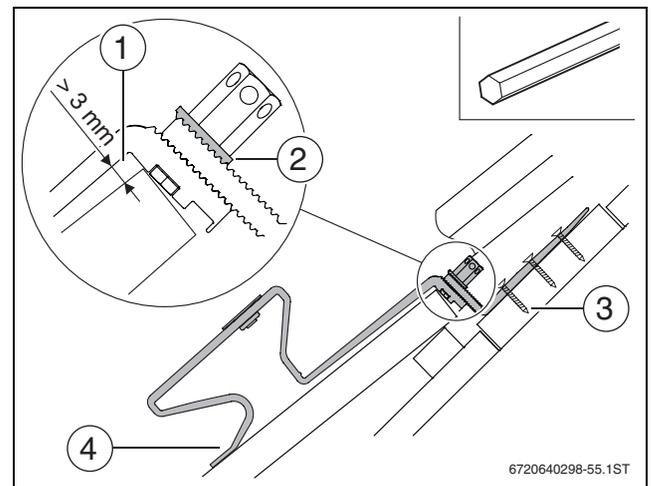

Fig. 22
- Il gancio da tetto necessita di un po' di gioco sul bordo superiore della tegola (→ fig. 22 [1]).
- Il gancio da tetto deve posare, nella parte anteriore, sulla tegola (→ fig. 22 [4]).